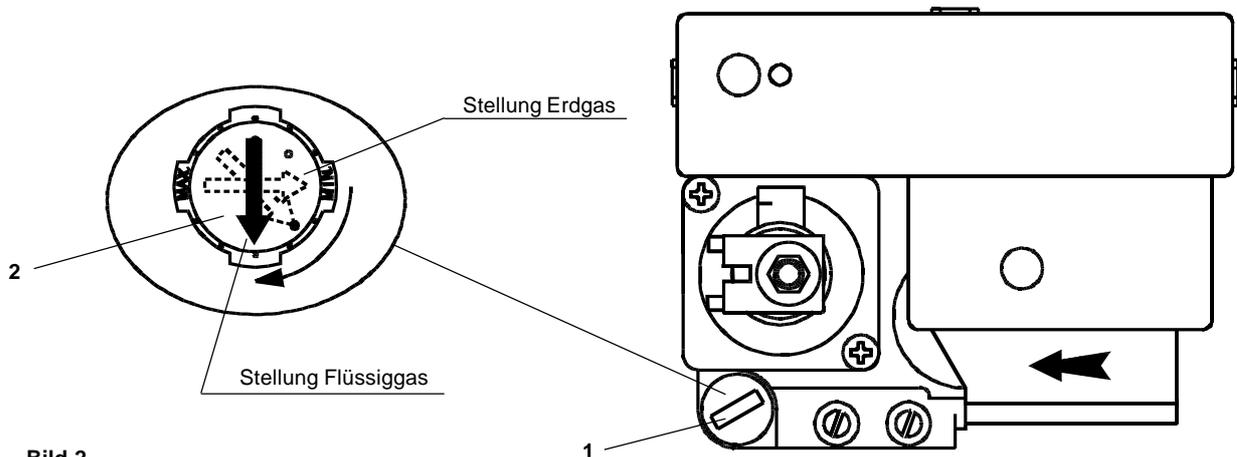

Bild 2
- **Achtung:** bei Umstellung von Erdgas auf Flüssiggas oder umgekehrt Zündungsregulation entsprechend **Bild 2** einstellen; dazu schwarze Plastikcappe (1) mit Hilfe eines Schraubendrehers abheben und Zündungsregulierschraube (2) jeweils um 90° in die dargestellte Position verdrehen